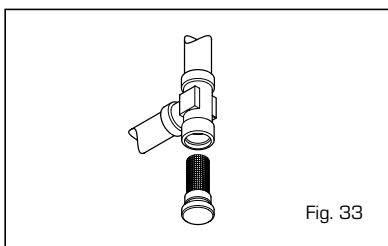

Fig. 33
4.8.1 Pulizia filtro "Aqua Guard Filter System" (fig. 33)